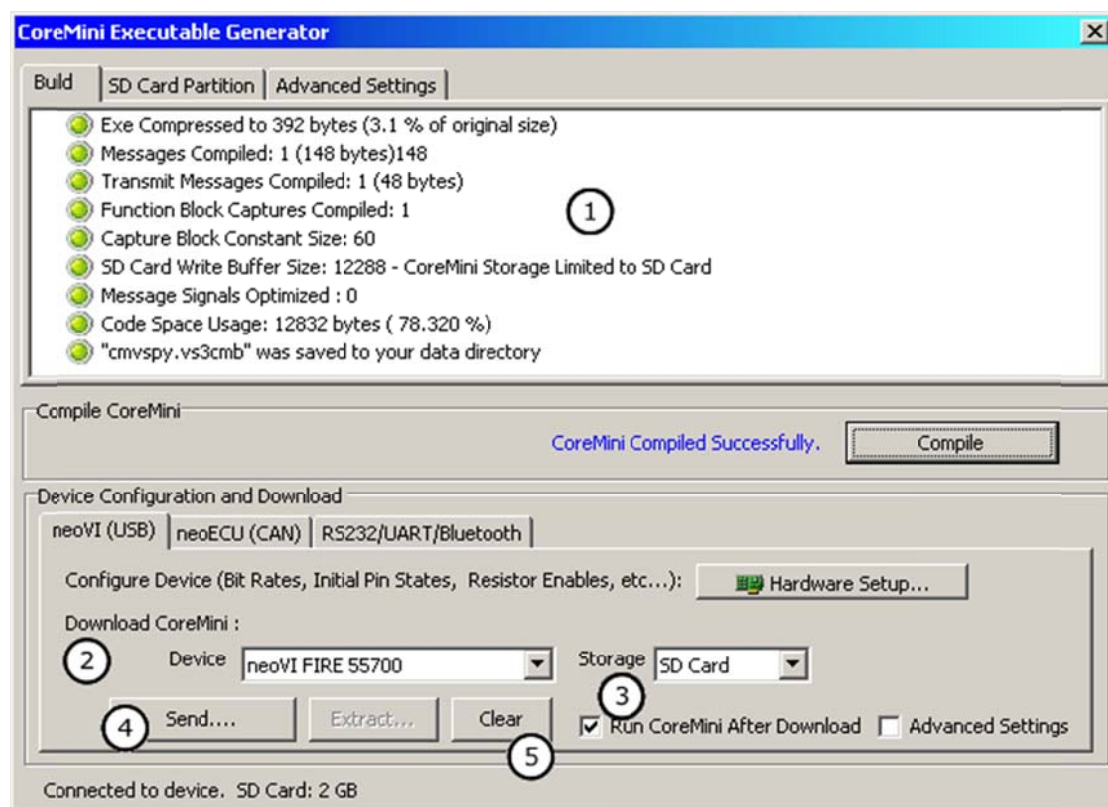

图 2-71 CoreMini 控制台
CoreMini 控制台中含有很多与需要发送设置的相关信息。如图 2-71 中①显示了信息输出列表。该列表将提醒您任何的错误或者警告信息。如果脚本中存在任何问题，在该项后面会有一个红色的圆点，警告这个地方是错误的。图 2-71 中②标注的“Send to USB Device”让您设置将脚本发送到何处。“Device”项选择将脚本发送到连接的哪一个硬件。“Storage”项选择将脚本存储到何处。对于回放型和捕获型脚本，必须使用“SD Card”。“Run CoreMini After Download”项，如图 2-71 中③所示通知硬件当脚本下载完成后，应立即运行该脚本。如果该项没有被勾选，脚本是不会运行的直到设备被重新上电。“Send”按钮，如图 2-71 中④所示将会发送脚本至硬件。
可通过如图 2-71 中⑤所示的“Clear”按钮清除硬件中的脚本。脚本被从硬件中清除后，如需运行它，需要重新将其发送至硬件。